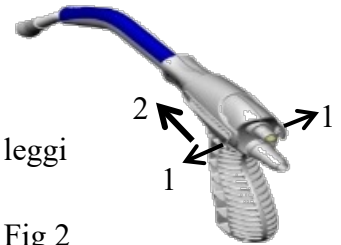

Fig 2
12. Per rimuovere l'impugnatura a pistola, stendere le linguette sull'estremità prossimale (1) dell'impugnatura per rilasciare e far scorrere l'impugnatura distalmente (2) lungo il dispositivo. (Fig 2).